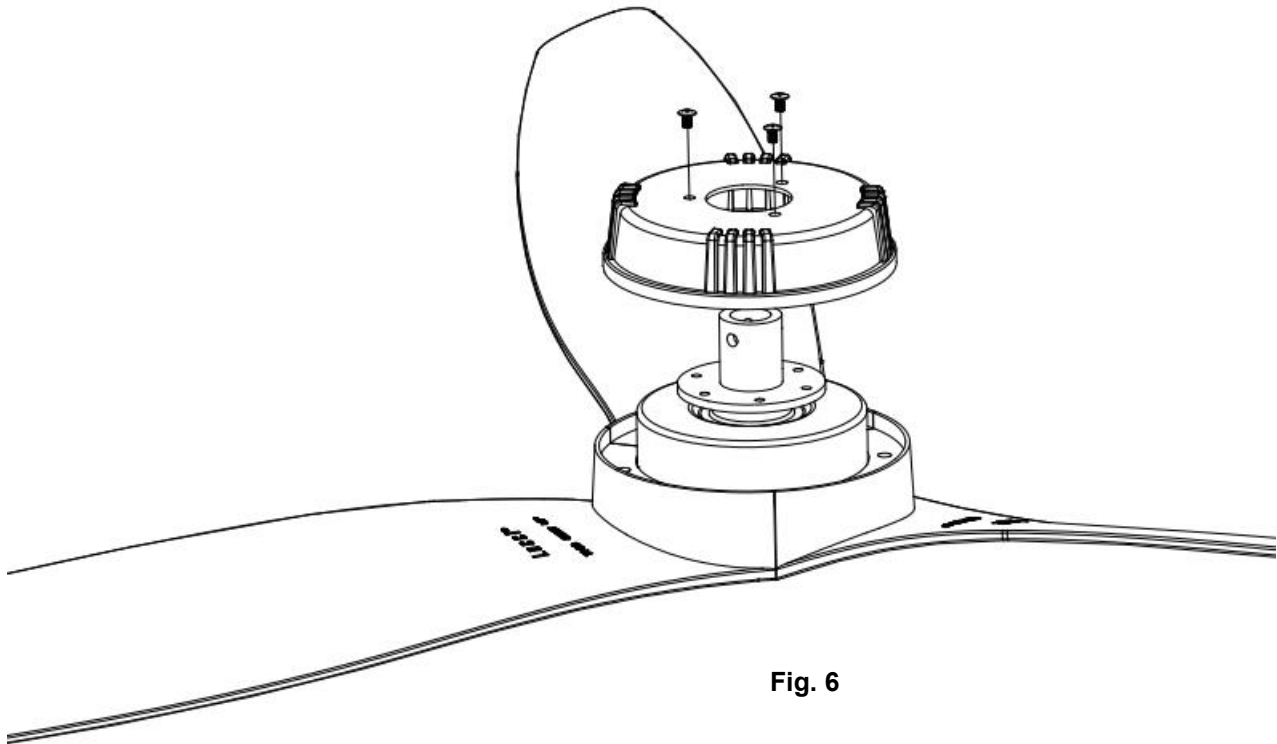

Fig. 6
**INSTALLATION OF MOTOR HOUSING (Fig. 6)**